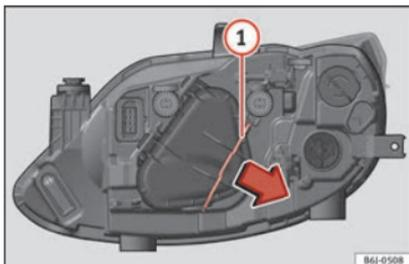

Fig. 91 Phare simple.
- Déplacez le tirant » fig. 91 1 dans le sens de la flèche puis retirez le cache.